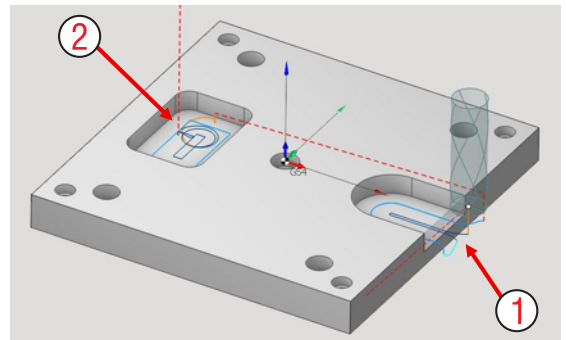

Рис. 3-10. Траектория обработки паза и кармана.
Результат показан на рис. 3-10. Обратите внимание, что для паза (открытая область) система применила подход сбоку (1), а для кармана (закрытая область) – спиральное погружение (2).